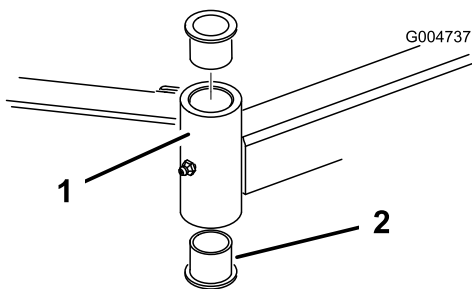

Figura 24
- Inserite un punteruolo nella parte superiore o inferiore del tubo di fissaggio, e spingete la boccola fuori del tubo (Figura 24). Estraete dal tubo anche l'altra boccola. Pulite l'interno dei tubi di fissaggio.